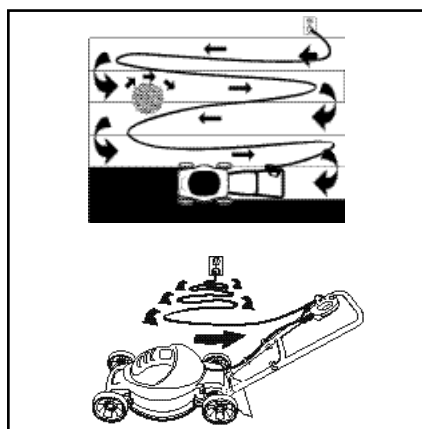

FIGURE 8
## BRANCHEMENT DE LA RALLONGE (fig. 8)
2. Commencez à tondre en laissant la rallonge près de la prise et en vous éloignant de la prise dans un mouvement de va-et-vient. Remarquez qu'il faut laisser la rallonge sur la portion tondue de la pelouse, loin de la tondeuse (fig. 8).